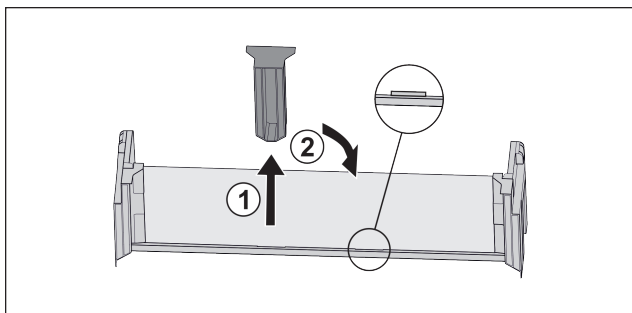

Fig. 28
- Stiahnite stredný prídržný diel Fig. 28 (1).
- Nasadte stredný prídržný diel do druhej pozície Fig. 28 (2).